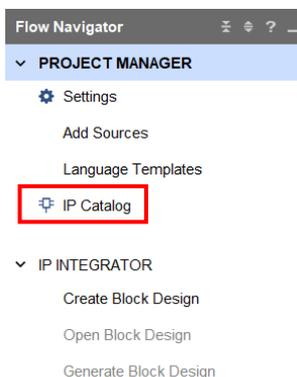
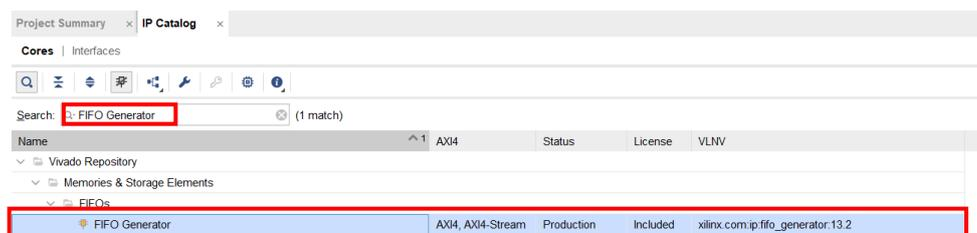

図 4-13 [Flow Navigator] - [IP Catalog]
図 4-14 [IP Catalog]ビュー
(10) FIFO Generator で IP コアを生成します。[Flow Navigator]の[IP Catalog]をクリックして、IP Catalog ビューを開きます(図 4-13)。図 4-14 の画面が出たら、「FIFO Generator」と検索します。出てきた FIFO Generator をダブルクリックし、[Customize IP]を開きます。